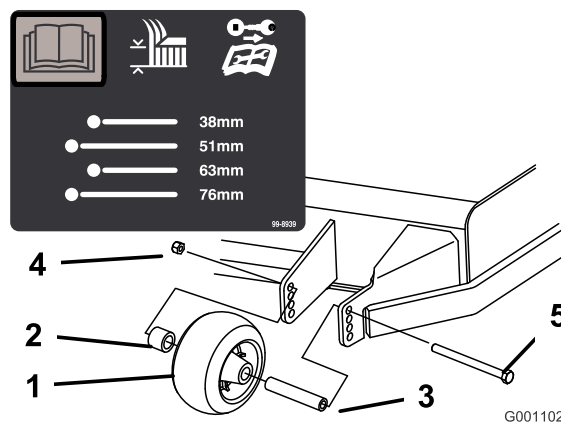
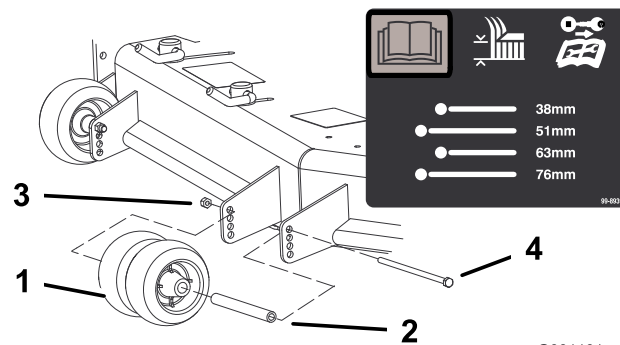
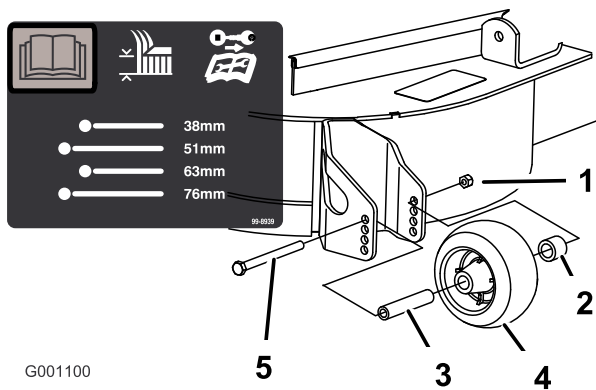

Figure 20
Figure 21
Figure 22
3. Après avoir réglé la hauteur de coupe, réglez les galets en retirant l'écrou à embase, la bague, l'entretoise et le boulon (Figure 20, Figure 21 et Figure 22).
Remarque: Les 2 galets centraux n'ont pas d'entretoise (Figure 21).
5. Posez l'écrou à embase, la bague, l'entretoise et le boulon. Serrez le boulon à un couple de 54 à 61 N·m (Figure 20, Figure 21 et Figure 22).